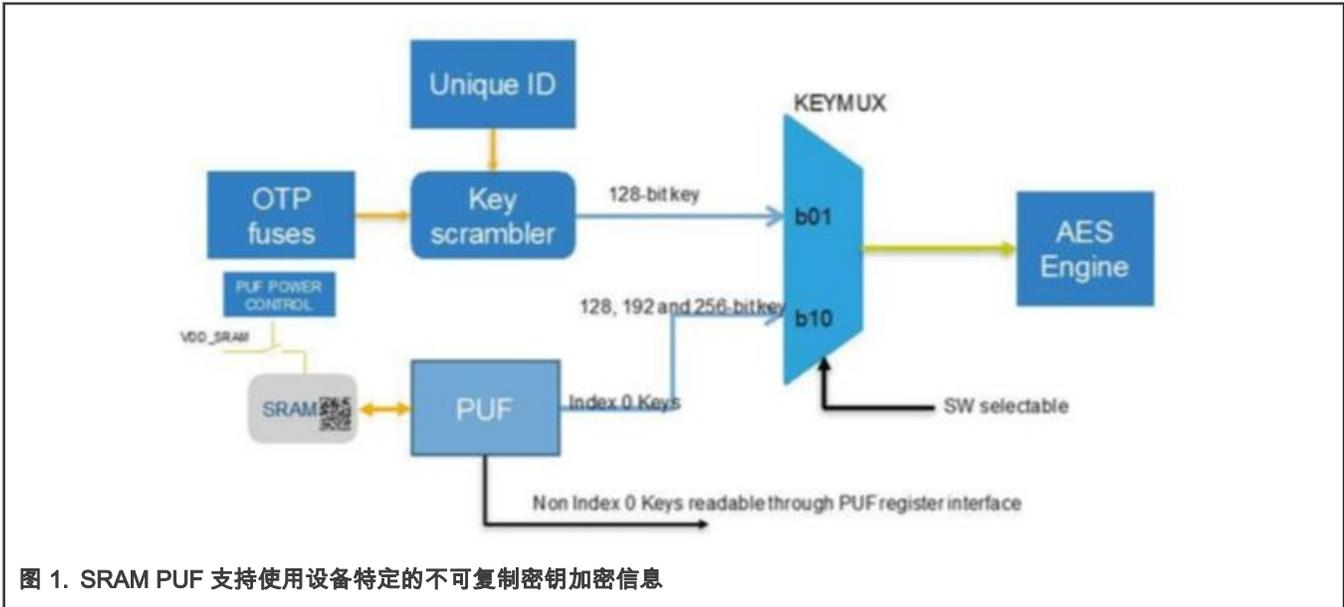

图 1. SRAM PUF 支持使用设备特定的不可复制密钥加密信息
2. 假定密钥直接进入设计的安全部分，见 图 1，所以不定义密钥输出寄存器。